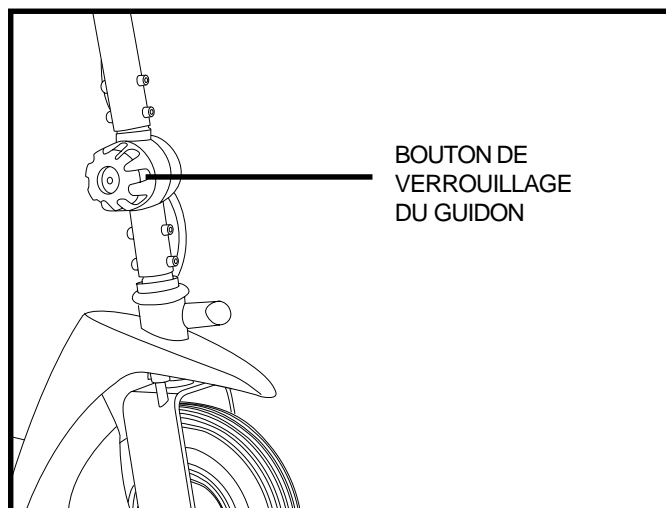

Figure 16. Réglage du guidon
1. Supportez le guidon et tournez le bouton de réglage dans le sens opposé aux aiguilles d'une montre pour desserrer le guidon. Voir la figure 16.